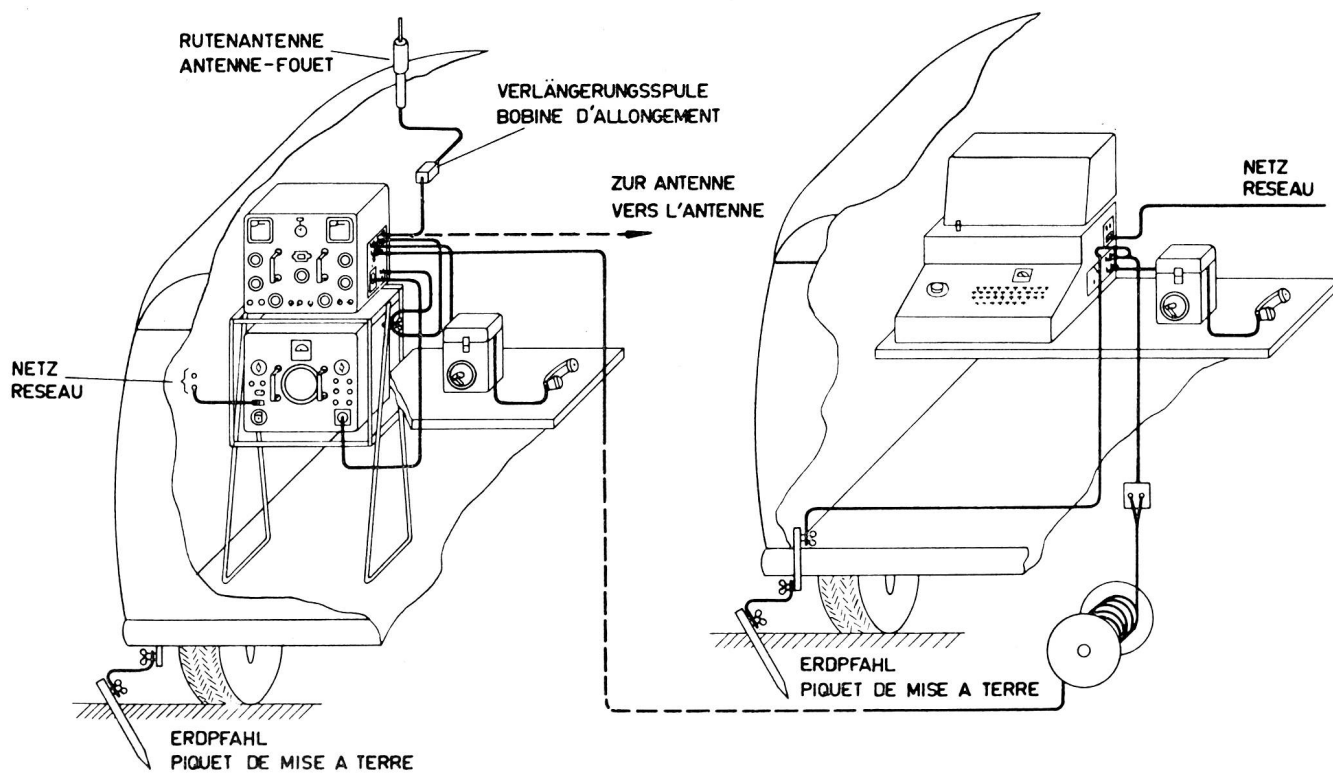

Fig. 32
- La station montée dans la voiture avec KFF dans la voiture de commande à distance voir fig. 32